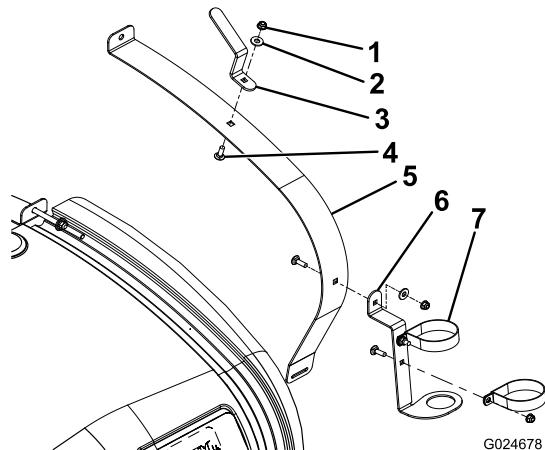
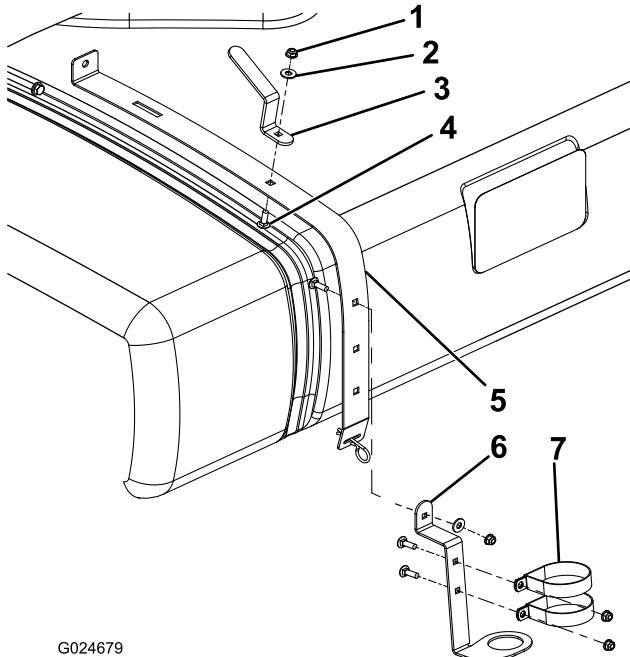

Figura 1
Figura 2
- Per Multi Pro 1750, allentate la fascia di fissaggio anteriore destra (Figura 1).
- Per Multi Pro WM, allentate la fascia di fissaggio posteriore destra (Figura 2).
3. Montate la staffa della pistola a spruzzo come illustrato in Figura 1 o Figura 2 utilizzando un bullone a testa tonda, una rondella piatta e un dado a testa flangiata.
4. Montate il gancio del flessibile come illustrato in Figura 1 o Figura 2 utilizzando un bullone a testa tonda, una rondella piatta e un dado a testa flangiata.